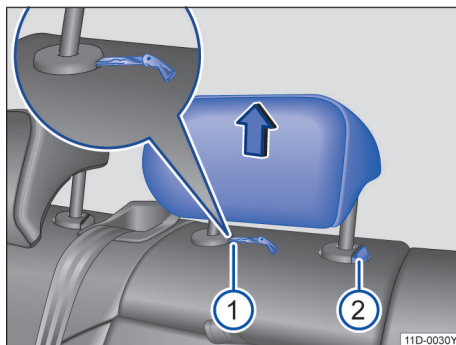

图 62 拆卸和安装后排头枕
- 将打开的汽车钥匙头或螺丝刀插入护套的槽内→图 62①。
- 同时按压按钮→图 62②，另一人将头枕完全拔出。
- 按住按钮→图 62②向下移动头枕。